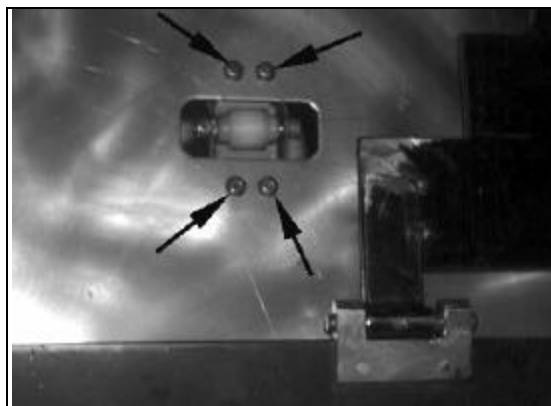

FIGURE 5-4: GALET DE LA PORTE
- d. Voir la **Figure 5-4**. Retirer les quatre (4) boulons de fixation du galet sur le bâti.